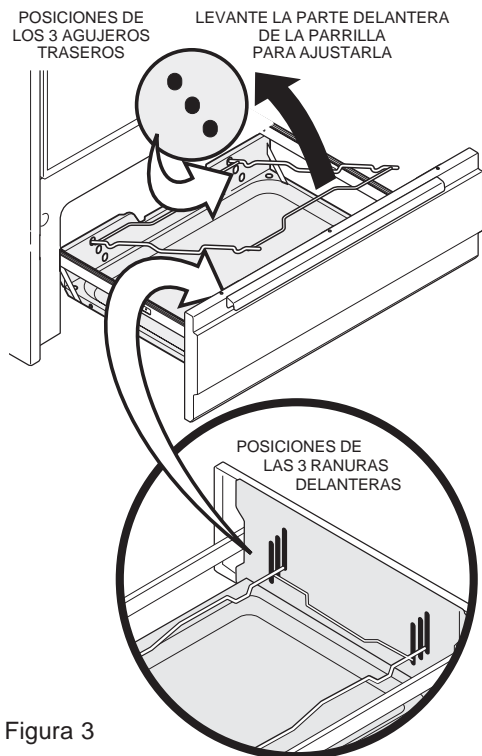

Figura 3
4. Coloque la parrilla levantando hacia arriba la parte delantera de la parrilla y tirándola fuera de los agujeros localizadores situados en la parte trasera del cajón de asar a la parrilla. Vuelva a colocar la parrilla en los agujeros localizadores deseados y deje que la parte delantera de la parrilla se deslice hacia abajo hacia la ranura correspondiente situada en la parte delantera del cajón de asar a la parrilla (Figura 3).